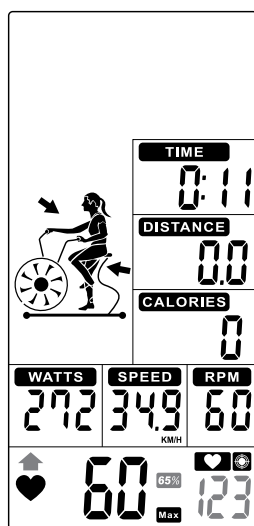

FIGURA 47
- Quando a frequência cardíaca cair abaixo de 65%, o valor ↑ e 65% piscará. Um alerta sonoro soará a cada 10s até que a frequência cardíaca do usuário alcance mais de 65% (Figura 47).